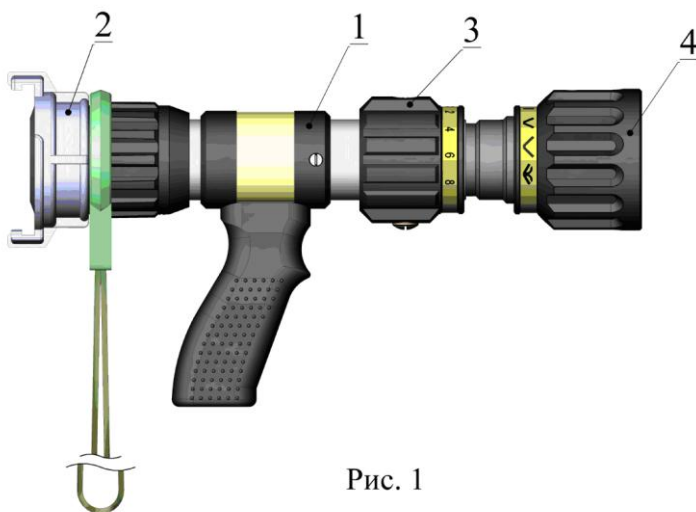

Рис. 1
Внешний вид ствола приведен на рис. 1. Ствол состоит из корпуса (1) с соединительной головкой ГМ-50 (2), **вареньера** перекрывного устройства и управления расходом (3), **головки** изменения геометрии струи (4). Ствол выполнен из нержавеющей стали и термостойких высокопрочных пластмасс.